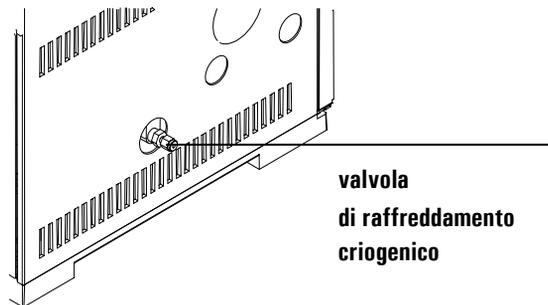

Figura 108. Posizione della valvola di raffreddamento criogenico
1. Localizzare l'ingresso per la CO₂ liquida sul **lato** sinistro del GC. Preparare un tubo della lunghezza adeguata per collegare il serbatoio del liquido con questo connettore. Vedere la Figura 108.